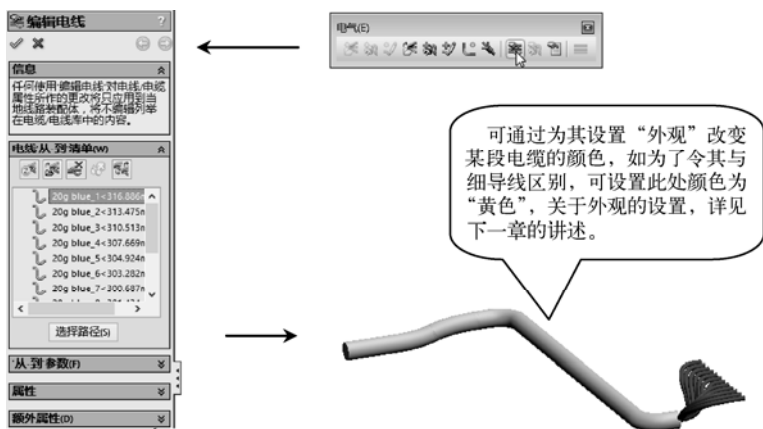

图 6-21 设置导线效果
STEP 7 在“线路编辑”状态下，单击“电气”工具栏中的“编辑电线”按钮 ，打开“编辑电线”属性管理器，然后为每根导线设置通过的电线根数，如图 6-21 所示（电缆的出发点处，每条导线只有一根电线，且都为蓝色导线，主干线处一直到另一个接头的连接点处的电线根数为 12 条，与实际情况相符合），完成布线操作，连续单击“确定”按钮退出布线